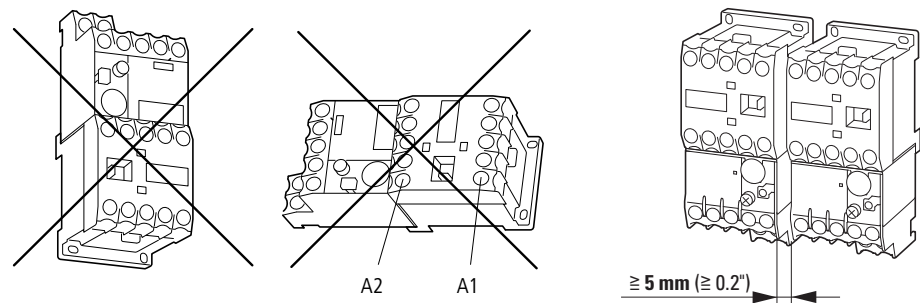

Abbildung 8: Nicht zugelassene Einbaulagen für DIL(E)EM/XTMC und ZE/XTOM (A1, A2 Spulenanschluss)
- ▶ Montieren Sie beide in beliebiger Einbaulage, außer wie in Abb. 8 dargestellt.